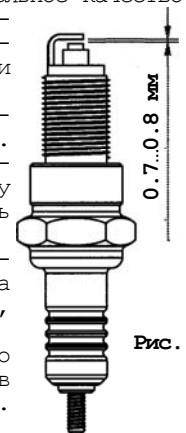

Рис. 11.
9.3.4. Рекомендуется проверить величину межэлектродного зазора, которая должна быть около 0.7...0.8 мм (рис. 11). При существенном отличии измеренной величины зазора указанным требованиям заменить свечу. Регулировать зазора подгибанием бокового электрода производить только в случае крайней необходимости.